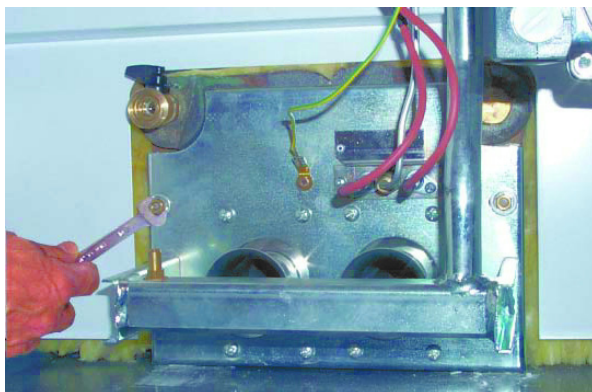

fig. 19 - Démontage des brûleurs
- Dévisser les deux écrous fixant la porte de la chambre de combustion aux éléments en fonte de la chaudière (fig. 19)